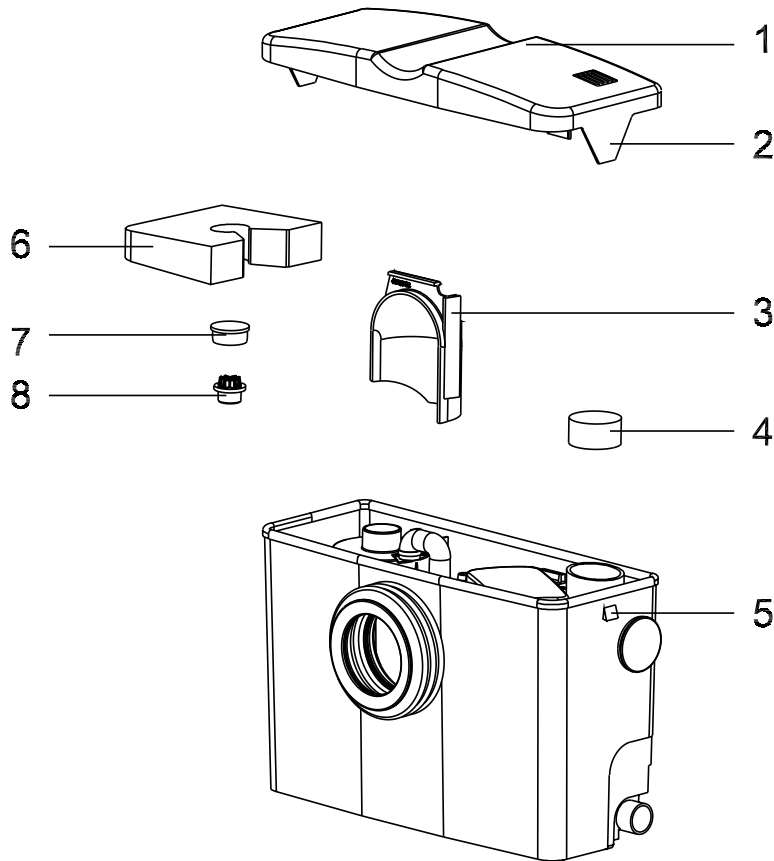

Bild 9: Piranhamat 100/120 har öppnats i underhållssyfte.
- Tryck försiktigt ut spärrarna (Bild 9: 2) på tanklocket (Bild 9: 1) och lyft av locket.
- Byt ut kolfiltret (Bild 9: 4).
- Försiktigt öppna spärrarna (Bild 9: 2) på tanklocket (Bild 9: 1) och lyfta av locket.
- Ta bort översvämningsskyddet (Bild 9: 6).
- Ta bort locket (Bild 9: 7) från motorhuset.